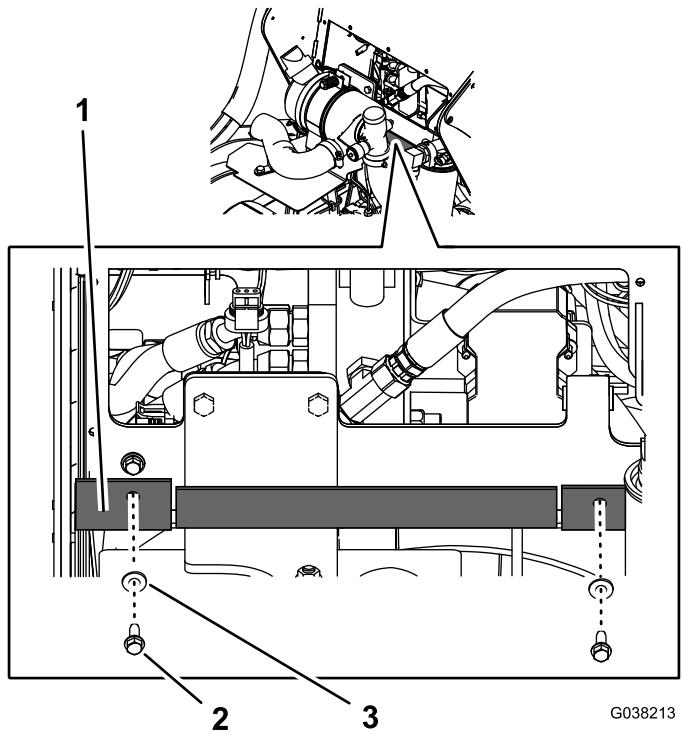

Figura 5
2. Retire los 3 tornillos de caperuza con arandela prensada ($\frac{1}{4}$ " x $\frac{3}{4}$ ") y las 3 arandelas ($\frac{1}{4}$ ") que fijan la parte delantera del deflector de goma a la parte inferior del bastidor del panel de control (Figura 5).